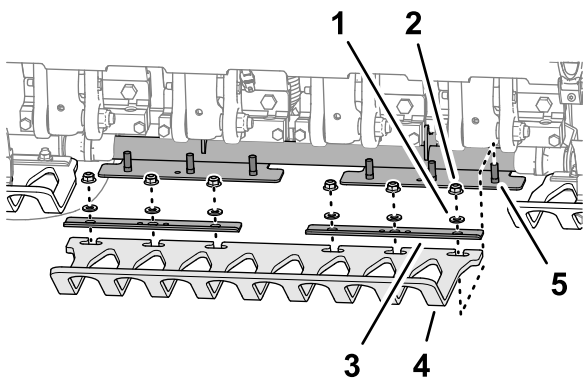

図 39
**注** ターフガード用クランプ、ワッシャ、フランジロックナットは、ターフガードブラケットに取り付けた状態で出荷されています **図 39**。